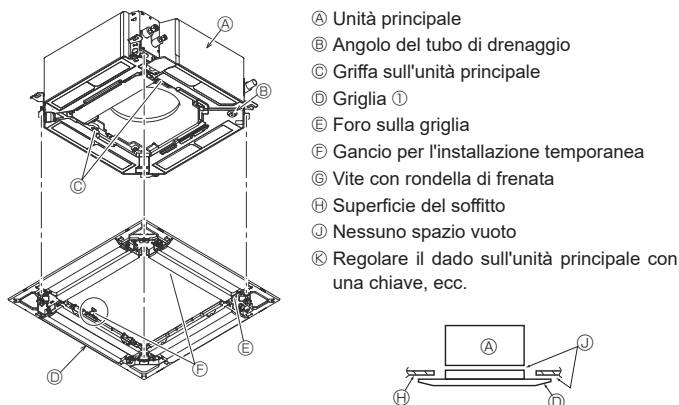

Fig. 9-6
- Ⓓ Griglia ①
9.4.2. Installazione temporanea della griglia (Fig. 9-6)
- Serrando le viti preinstallate, fissare la griglia all'unità principale. (Fig. 9-6)
Assicurarsi che non vi sia alcuno spazio vuoto tra l'unità principale e la griglia o tra la griglia e la superficie del soffitto. (Fig. 9-6)